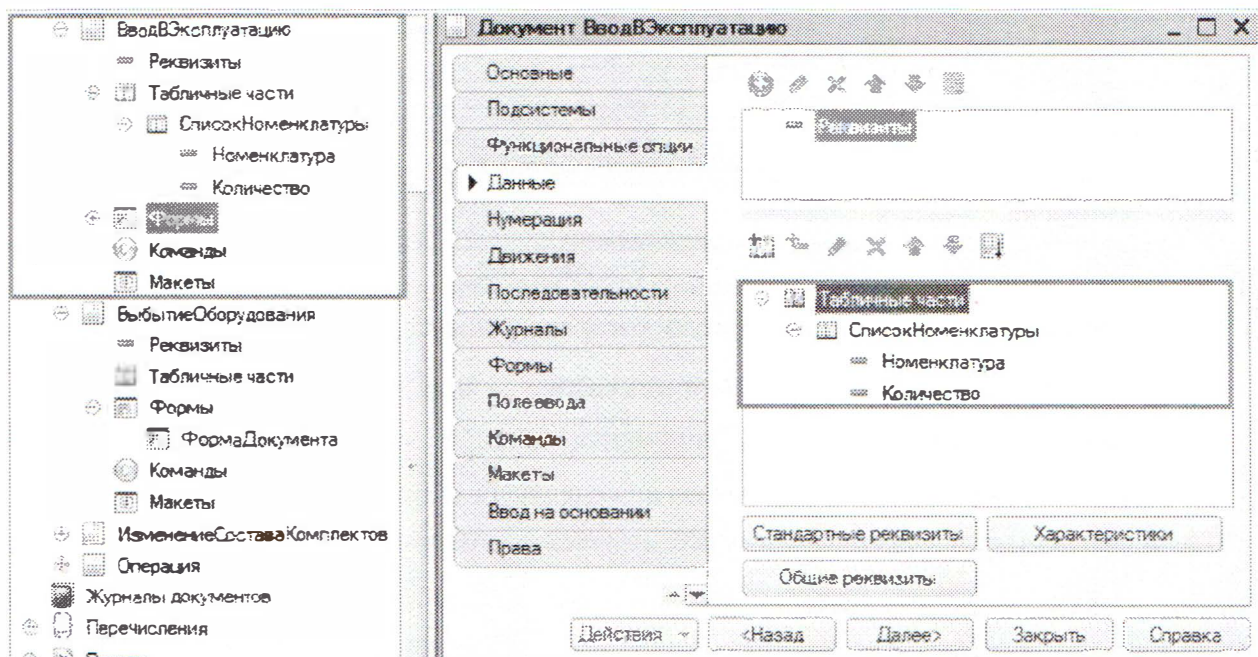

Рисунок 360
- Документ «Ввод в эксплуатацию» регистрирует факт ввода оборудования в эксплуатацию (Рисунок 360).